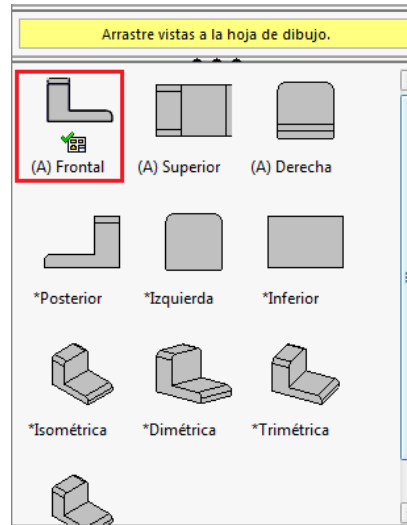

Ilustración 96
Paso 3: Se selecciona la vista Frontal, en la parte lateral derecha de la pantalla (ver ilustración 96).